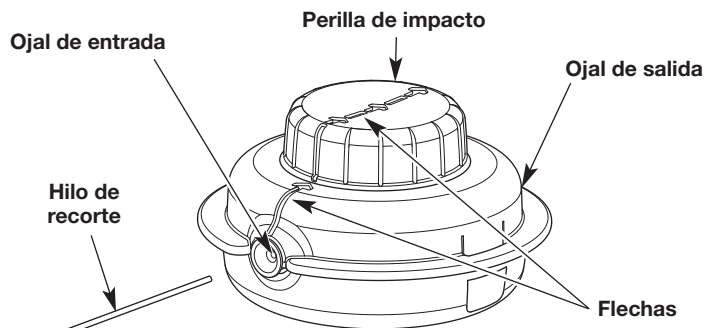

Fig. 14
3. Gire la perilla de impacto en el sentido de las agujas del reloj para alinear las flechas (Fig. 14).
4. Inserte el nuevo hilo de recorte en el ojal de entrada (Fig. 14). Oprima el hilo a través del cabezal de corte hasta que sobresalgan unas pulgadas por el ojal de salida. Tire del hilo hasta que los extremos tengan la misma longitud.